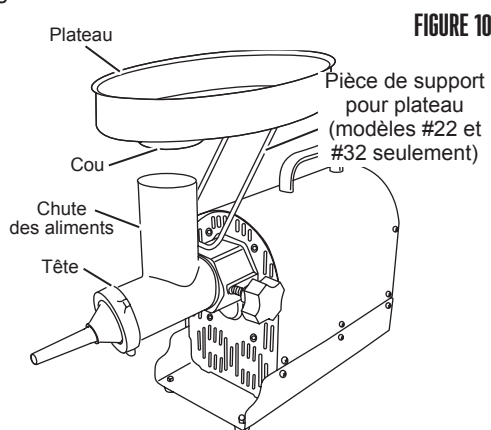

FIGURE 10
7. Insérer le col du plateau dans la chute d'aliments (**FIGURE 10**). Brancher dans une prise de courant.
8. **NE JAMAIS** utiliser le hachoir sans le plateau bien fixé (**FIGURE 10**).